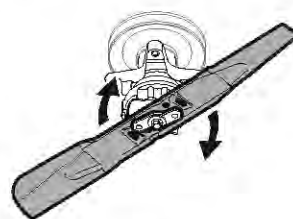

Figure 50
5. Tournez la lame vers la droite pour l'aligner avec l'adaptateur. Voir Figure 50.